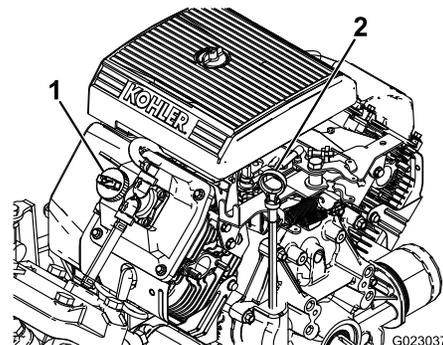

Figura 43
2. Retire la varilla y límpiela con un paño limpio (Figura 43). Introduzca la varilla en el tubo asegurándose de que entre a fondo. Retire la varilla y compruebe el nivel de aceite.
3. Si el nivel de aceite es bajo, retire el tapón de llenado de la cubierta de la válvula (Figura 43) y vierta aceite por el orificio hasta que el nivel de aceite llegue a la marca LLENO de la varilla. Añada el aceite lentamente y compruebe el nivel a menudo durante este proceso. No llene demasiado.
8. Agregue lentamente un 80 % de la cantidad especificada de aceite por el tubo de llenado (Figura 43).